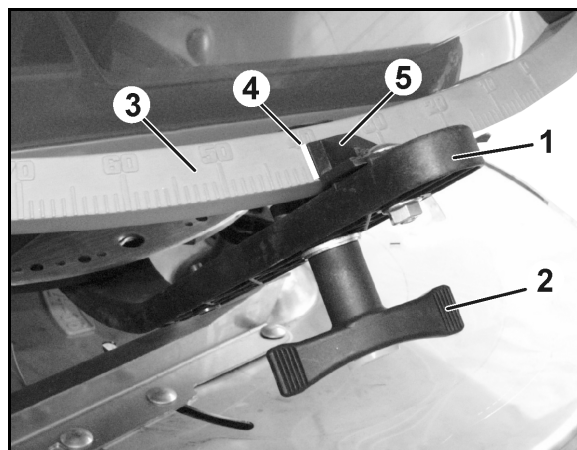

Fig. 53
2. Løsne vingemutteren (Fig. 53/2).
3. Finn den nødvendige spjeldstillingen på skalaen (Fig. 53/3).
4. Still avlesingskanten (Fig. 53/4) til stillespakviseren (Fig. 53/5) på skalaverdien.
5. Trekk vingemutteren (Fig. 53/2) godt til igjen.